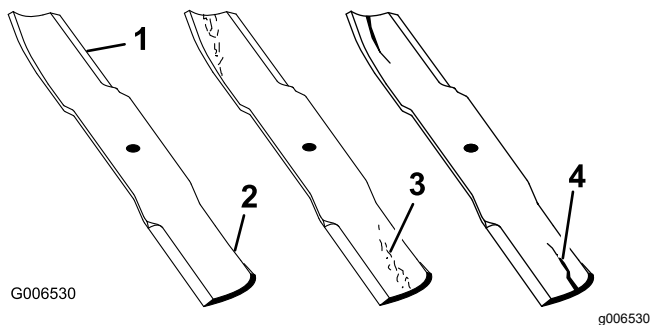

**Figure 56**
1. Examinez le tranchant des lames (Figure 56).
4. Remplacez immédiatement toute lame fendue, usée ou qui présente une entaille (Figure 56).